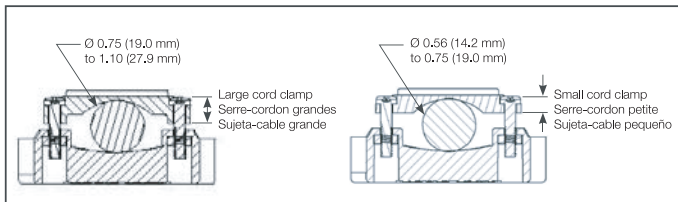

FIGURE 1
- Tighten cord clamp screws alternately, until flush with housing. See figure 1.
- Serrer les vis du serre-cordon tour à tour à un couple, ce qu'il soit à égalité avec le carter. Voir Figure 1.